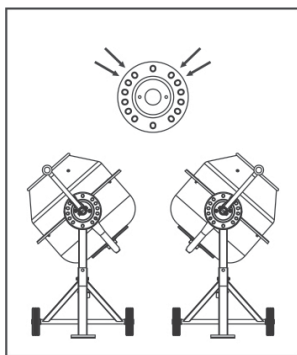

Fig.13
- Positioneer de as van de trommel VOOR voor het laden van mortel zoals getoond in Fig. 13.